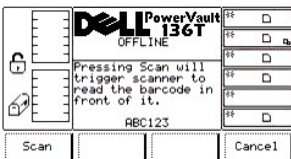

図 98. Service > Library > Diags > Fingers > Scanner > Scan > Barcode Label ダイアログ
- 1 **Scan** ソフトキーの下にあるボタンを押すと、スキャナーの前にあるバーコードラベルが直ちに読み取られます。図 98 を参照してください。